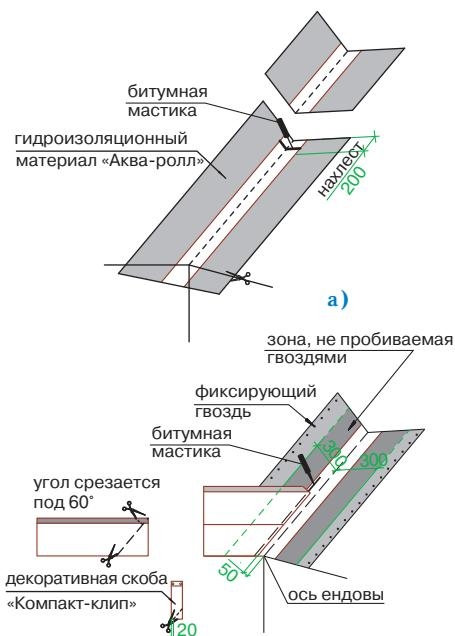

Рис. 3
### Ендова (рис. 3)
- ровно по центру ендовой расстилается специальный рулонный материал «Аква-ролл», фиксируется в верхней части двумя гвоздями и обрезается в нижней части по линии карниза (рис. 3а);
**Внимание:** 1. «Аква-ролл» должен доходить до линии конька и заводиться за нее. 2. «Аква-ролл» укладывается с нахлестом 20 см, место нахлеста тщательно обрабатывается битумной мастикой (рис. 3а).
- непосредственно перед укладкой в ендову черепицы, защитная пленка с лицевой стороны «Аква-ролла» снимается и на самоклеящуюся поверхность укладываются листы черепицы, обрезанные в соответствии с заранее отбитыми линиями (рис. 3б).
**Внимание:** 1. Необходимо также подрезать верхний уголок обрезанного края листа (см. рис. 3в) для правильного стока воды.
2. Крепление обрезанного листа к медной части «Аква-ролла» осуществляется при помощи сплошной полосы битумной мастики (рис. 3б).
4. В случае, если скоба «Компакт-клип» приходится на место обреза листа, можно либо обрезать накладку, оставив минимум 2 см в нижней части (рис. 3в), либо произвести укладку листов без использования накладки.